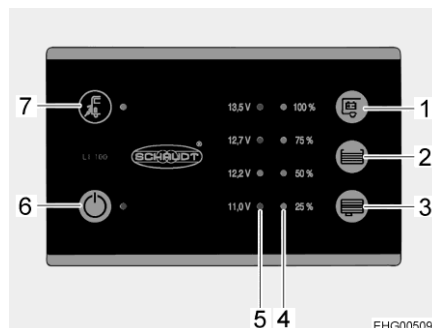

Bild 42 Panel (LT 100)
Den gula lysdioden lyser vid symbolen nätanslutning "☑" (Bild 42,7) när fordonet är anslutet till en extern nätanslutning. Lysdioden lyser då också med avstängd panel.
Med huvudbrytaren 12 V (Bild 42,6) kopplas panelen och bodelens 12 V-försörjning till eller från.
Slå på: ■ Tryck på knappen "⏻" (Bild 42,6): 12 V-försörjningen för bodelen är påslagen. Lysdioden lyser grönt.
Slå från: ■ Tryck på knappen "⏻" (Bild 42,6) på nytt: 12 V-försörjningen för bodelen är avstängd. Lampan släcks.
Lysdiodskalan (Bild 42,5) visar batterispänningen för bodelsbatteriet enligt följande:
■ Tryck ner knapp "⏻" (Bild 42,1): Bodelsbatteriets spänning visas.
Lysdiodskalan (Bild 42,4) visar fyllnivån i färskvattentanken eller avloppstanken.
Visa nivå: Tryck ner knapp "☰" (Bild 42,2): Färskvattentankens fyllnadsnivå visas med hjälp av lysdiod.
Tryck ner knapp "☷" (Bild 42,3): Avloppstankens fyllnadsnivå visas med hjälp av lysdiod.